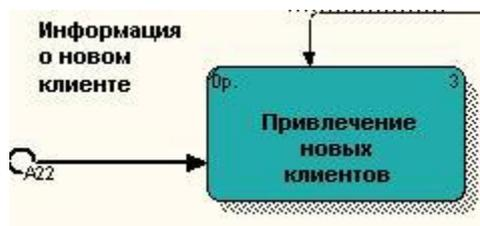

Рис.6. Межстраничная ссылка на диаграмме
9. Перейдите на диаграмму A23D **«Исследование рынка»** и направьте стрелку **«Информацией о новом клиенте»** на вход работы **«Привлечение новых клиентов»**. Результат представлен на Рис.6.